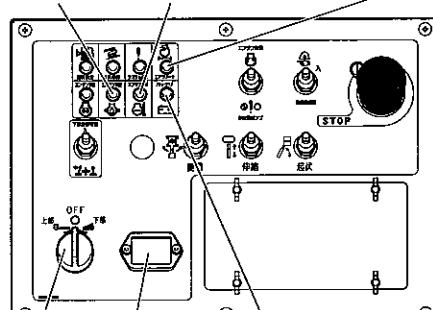

図 8-4
- 作業中に、図8-4の表示灯が点灯または点滅した場合は使用を中止し、必要に応じて点検してください。(各表示灯については、4章「各部の名称とはたらき」を参照してください)